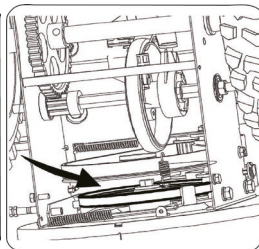

Рис.5
4. Снимите приводной ремень со шкива и пропустите его между опорным кронштейном и шкивом шнека (Рис. 5).
6. Снимите ремень со шкива шнека и пропустите ремень между опорным кронштейном и шкивом шнека (Рис. 5). Соберите ремень шнека, следуя инструкциям в обратном порядке